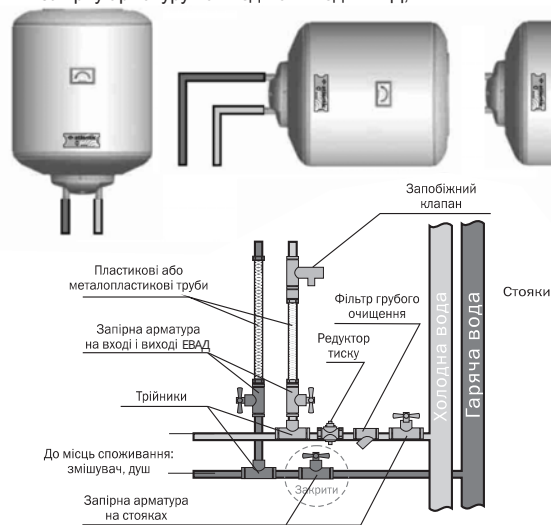
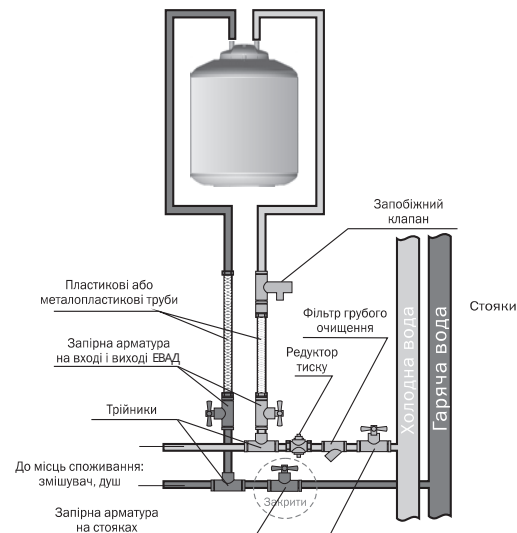

Рис. 5. Підключення ЕВАД у вертикальному / горизонтальному положенні
Рис. 6. Підключення ЕВАД, що встановлюється під мийкою
Підключення (рис. 5, 6):
**УВАГА!** Підключення до системи водопостачання ЕВАД моделей O'Pro PC 10SB, PC 15S має виконуватися чітко у відповідності зі схемою, наведеною на рис. 6. Запобіжний клапан кріпиться на трубопроводі осторонь від ЕВАД. При встановленні моделей Seatite в горизонтальному положенні патрубок подачі холодної води (помічений синім кільцем) повинен бути розташований знизу, а патрубок гарячої води (помічений червоним кільцем) - зверху (рис. 5).
**Увага! Один раз на місяць необхідно з запобіжного клапану видаляти вапняний осад і перевіряти чи його не заблоковано шляхом короткочасної установки тригера в горизонтальне положення, при цьому через зливний отвір витече невелика кількість гарячої води.** Для чого спочатку потрібно перекрити запірну арматуру на вході в ЕВАД (рис. 5, 6), а також відкрити кран гарячої води у місці споживання.
При тривалій перерві в роботі ЕВАД його необхідно від'єднати від електричної мережі та перекрити вентилі на вході та на виході (рис. 5).